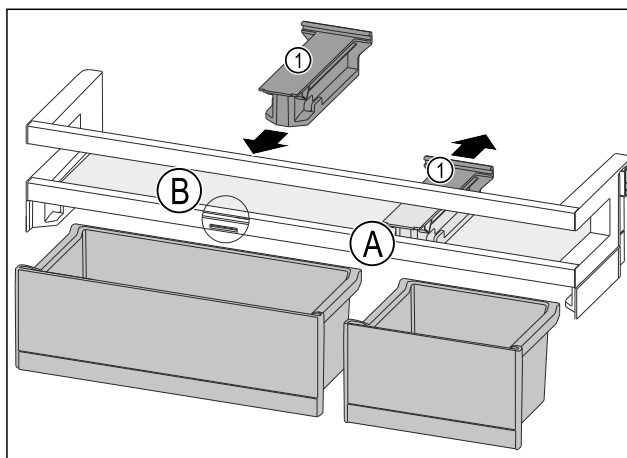

Fig. 85
- ▶ Pociągnąć element trzymający Fig. 85 (1) w pozycji Fig. 85 (A) do tyłu.
- ▶ Włożyć element trzymający Fig. 85 (1) w pozycji Fig. 85 (B).